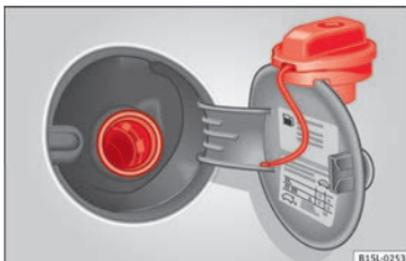

Abb. 103 Geöffnete Tankklappe mit eingehängtem Tankverschluss.
- Tankverschluss entgegen dem Uhrzeigersinn herausdrehen und oben an der Tankklappe einhängen » **Abb. 103**.